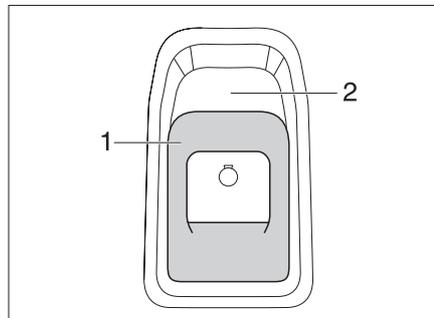

Bild 39 Türschloss Eingangstür, innen
- Griff (Bild 39,1) ziehen.
- Griff (Bild 39,1) in die Griffschale (Bild 39,2) drücken.